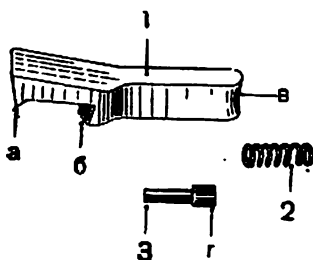

Рис. 18. Выбрасыватель.
*Выбрасывающее приспособление* служит для извлечения гильзы (патрона) из канала ствола и состоит (рис. 18) из выбрасывателя *1*, пружины выбрасывателя *2* и упора пружины выбрасывателя *3*.